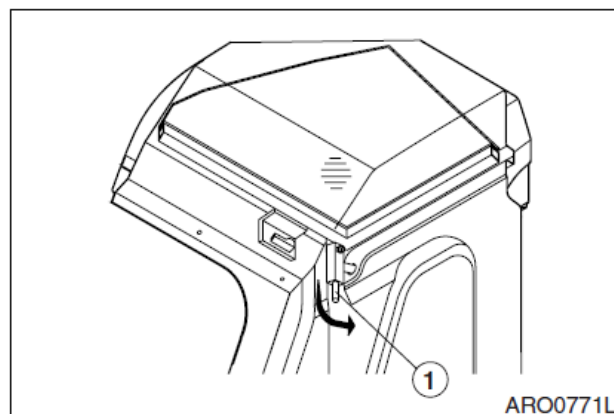

Рис. 111
8. Тянуть стопорный рычаг (1, рис.111) вниз до тех пор, пока штифт на рычаге, не войдет в отверстие кабины.